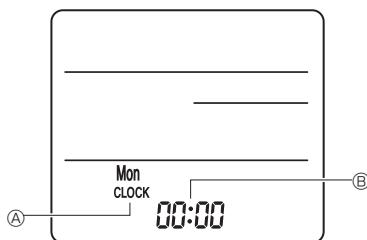

Fig. 6-8
3) Réglage (Réglage de l'horloge) (Fig. 6-8)